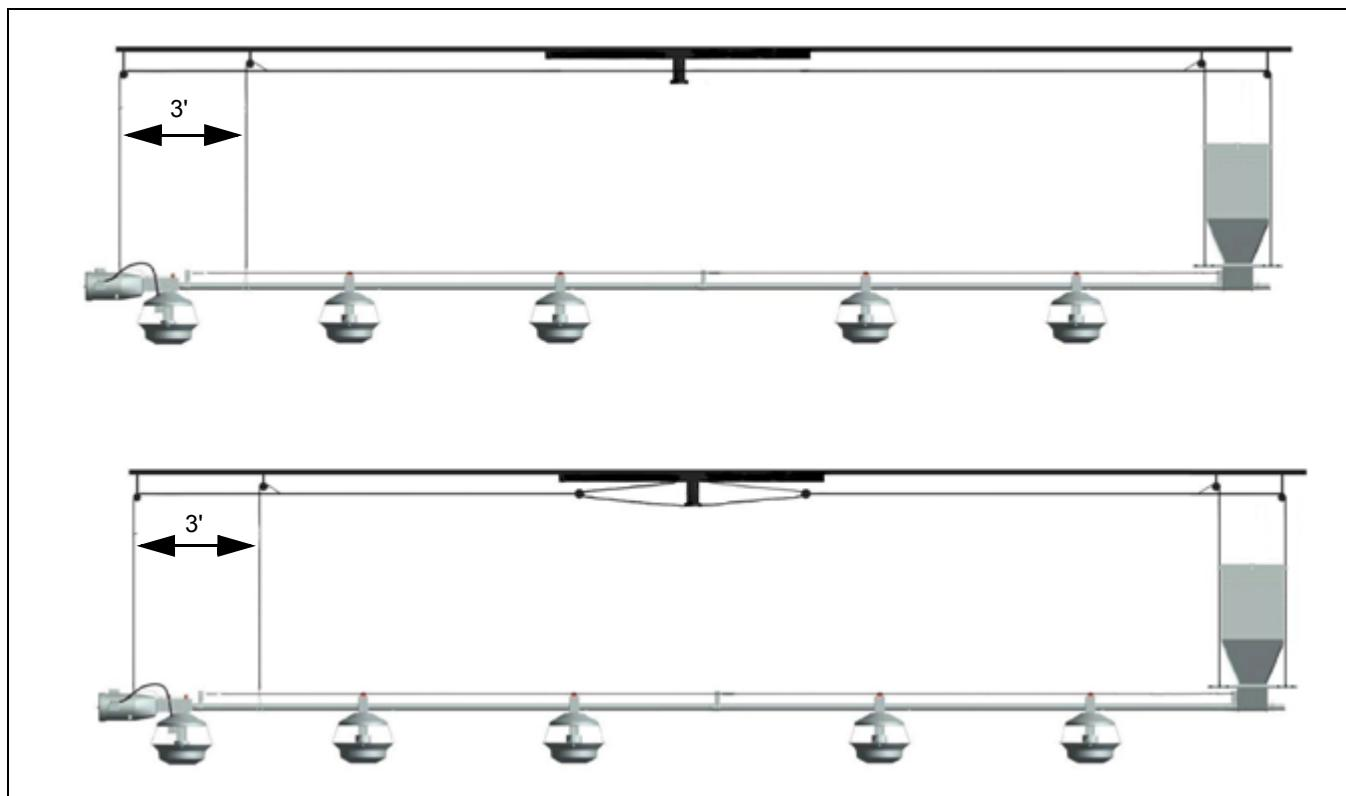

Рисунок 5Q
7. Для систем менее 360' (109,7 м) вытяните трос ворота 3/16" (0,476 см) на всю длину кормораздаточной линии, пропустив трос через отверстие на барабане ворота. Временно подсоедините трос к потолку с помощью гвоздей, скоб или какого-либо крепежа. Трос ворота не должен проходить через шкивы. (см. рисунок 5Q.)
8. Для систем длиной более 360' (109,7 м) установите трос с двухступенчатыми шкивами, как показано на Рисунок 5Q.